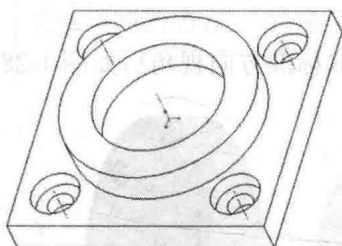

图 1-24 创建阵列特征
(43) 单击“确定”按钮 , 创建的阵列特征如图 1-24 所示。